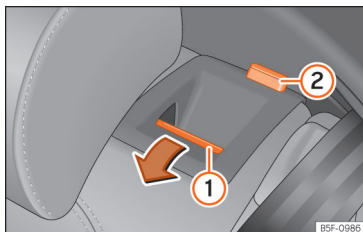

Fig. 111 Banco traseiro: rebater o encosto.
• Pressione o botão de desbloqueio »» **Fig. 111** ① para a frente e, ao mesmo tempo, rebata o encosto. O encosto traseiro está desbloqueado quando se vê uma marca vermelha no botão ②.